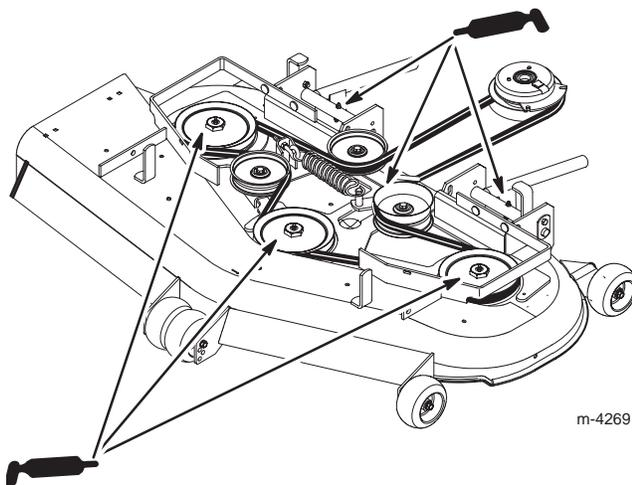

Bild 43
3. Fetten Sie die Schmiernippel an den drei Spindellagern ein (Bild 43).
4. Fetten Sie das Spannscheibengelenk (Bild 43).
5. Fetten Sie die Nippel an den Schubarmen ein (Bild 43).